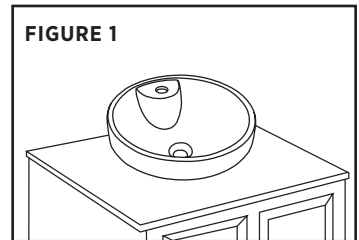

FIGURE 1
Water supply should be off and water should be completely drained from main location water valve or faucet. Locate the proper place on the vanity top that the vessel sink will be installed. Make sure that there is enough room under the vanity top for the faucet, water supply lines and drain assembly (not included). The space on the back of the vessel sink to the backsplash of the vanity should have enough distance to accommodate the desired faucet (**FIGURE 1**).
*Fermez l'arrivée d'eau et videz complètement les conduites ou le robinet. Localisez l'endroit approprié sur le dessus de la vanité où la cuvette et robinet seront installé. Assurez-vous qu'il y a suffisamment d'espace en dessous du dessus de la vanité pour les conduites d'alimentation en eau, l'assemblage pour le drainage et le bas de la cuvette intégré. L'espace à l'arrière de la vanité être suffisamment grand pour accueillir les robinets souhaités pour la cuvette intégré (**FIGURE 1**).*